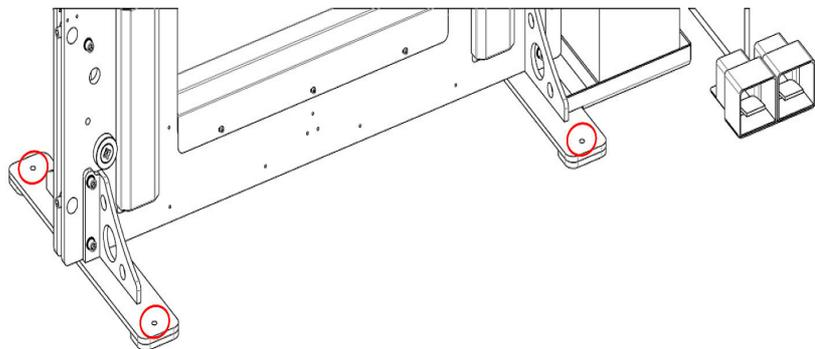

Abb. 11: Verankerung der Maschine
Schritt 3: Die Werkstatt-Abkantpresse mit Bodenankern (Abb.11) auf dem Untergrund befestigen. Die Feinjustierung wird nach dem elektrischen Anschluss vorgenommen. Nach einigen Betriebstagen muss die Ausrichtung kontrolliert und bei Bedarf nachjustiert werden.